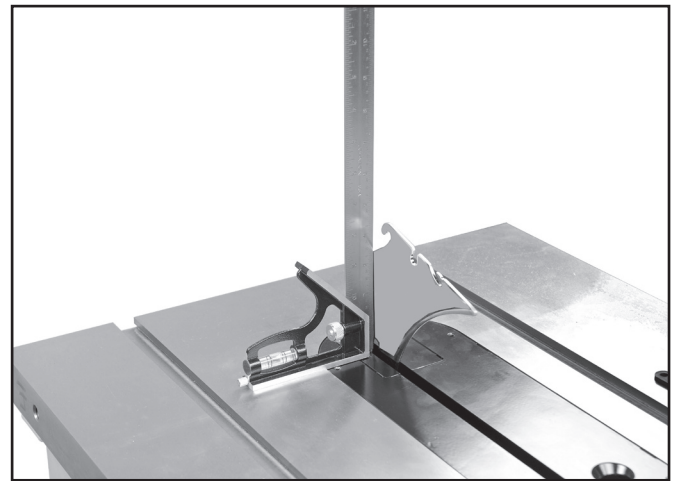

FIG. 34
8. Placer une équerre à plat contre le couteau séparateur et vérifier que le couteau séparateur est bien vertical et aligné sur la lame. (fig. 34)